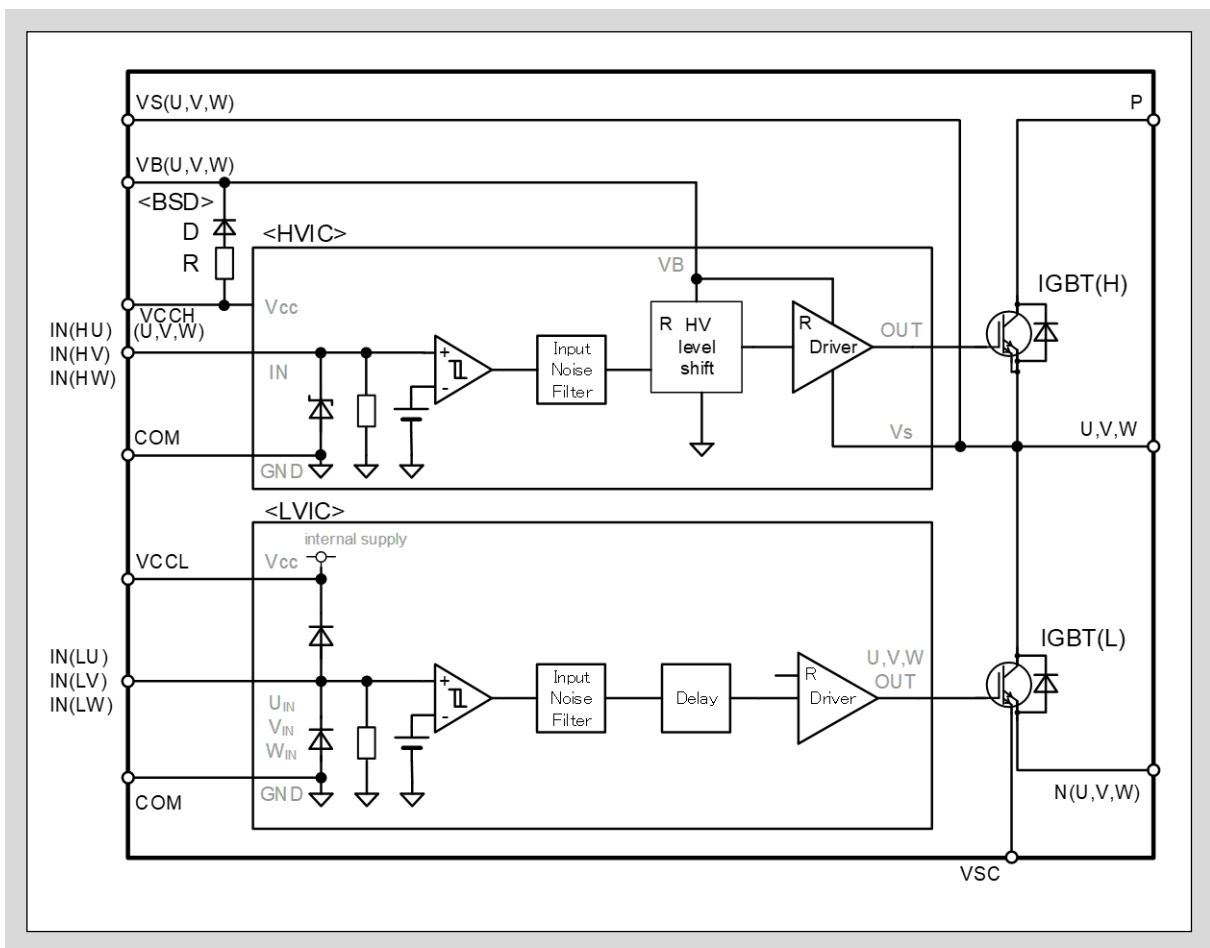

图3-16 输入引脚 IN(HU,HV,HW), IN(LU,LV,LW) 电路
- 本产品的输入引脚为高电平有效。这样，输入信号不受控制电源上电和断电的时序限制，因此可以保证系统的安全。此外，如图3-16所示，输入引脚内置下拉电阻，因此无需外接下拉电阻，减少了元件数量。再则，输入阈值电压设定较低，可以直接与3.3V电源的MPU连接。
- MPU和IPM的输入引脚之间使用滤波电路时，需要考虑图3-16中输入引脚的下拉电阻影响，注意输入引脚电压需要在输入阈值电压以上。
- 图3-16所示VCCL-IN(HU,HV,HW,LU,LV,LW)，以及IN(HU,HV,HW,LU,LV,LW)-COM引脚间在电气上有二极管相连。这些二极管是为了保护IPM免受浪涌电压影响而内置的。如果将其作为稳压管使用，可能会导致本产品损坏，因此请不要将其作为稳压管用于电压钳位。